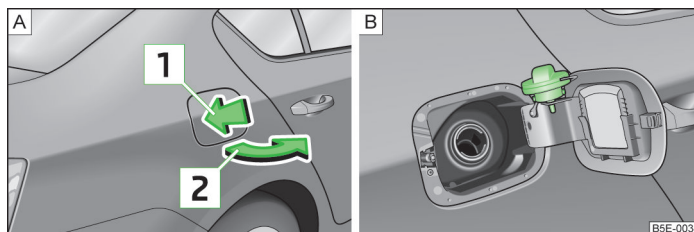

Abb. 177 Tankklappe öffnen / Tankklappe mit aufgeschraubtem Verschluss
Auf der Innenseite der Tankklappe sind die für Ihr Fahrzeug vorgeschriebenen Kraftstoffsorten angegeben » Abb. 177 auf Seite 210 - [B].
- Auf die Tankklappe in Pfeilrichtung [1] drücken » Abb. 177 - [A].
- Den Tankverschluss abnehmen und in die Bohrung an der Tankklappe stecken » Abb. 177 - [B].